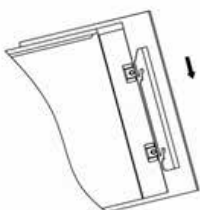

Fig. 6
- Placez les parois de verre avant sur l'avant du feu en alignant les fentes des supports de chaque côté du panneau de verre avec les cosses sur les côtés du feu. Voir la Fig.6.